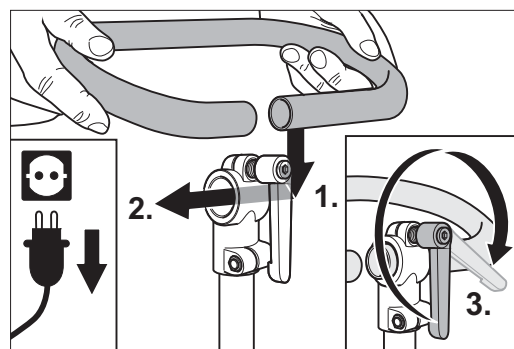

Abb. 10: Einführen des Haltebügels in das Klemmstück des Führungsrohrs und anziehen des Klemmhebels.
- 2 Führen Sie das lange gerade Ende des Haltebügels in das Klemmstück ein und ziehen Sie den Klemmhebel fest an (Abb. 10).